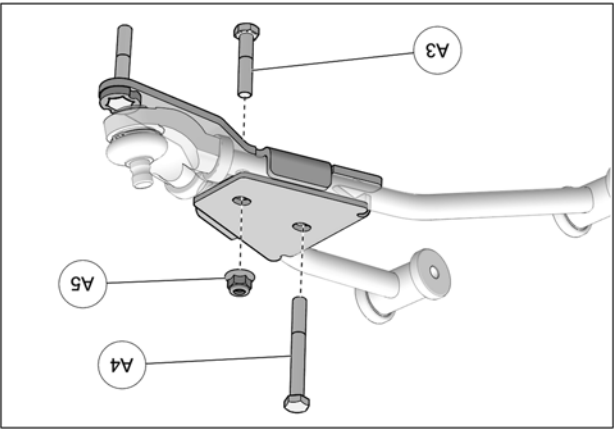

Fig. 17
6. Insérer le boulon M10x85mm (A4) par le dessus, à travers les parties supérieure et inférieure. Insérer le boulon M10x50mm (A3) par le dessous. Assembler les deux parties avec l'écrou (A5) fourni. Serrer l'assemblage à un couple de 50 N•m [37 lb•pi]. Voir la Fig. 17